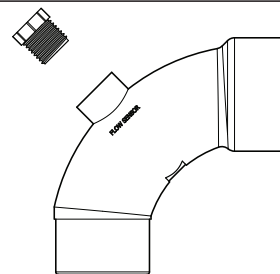

Figure 7. Coude élargé
- 5.1 Le modèle de filtre CV est livré avec un coude élancé Jandy prévu à cet effet. Le coude élancé comprend également un orifice fileté et un bouchon de manière à ce qu'un boyau d'arrosage de 1/2 po puisse être raccordé pour les tests de pression. Voir la Figure 7.